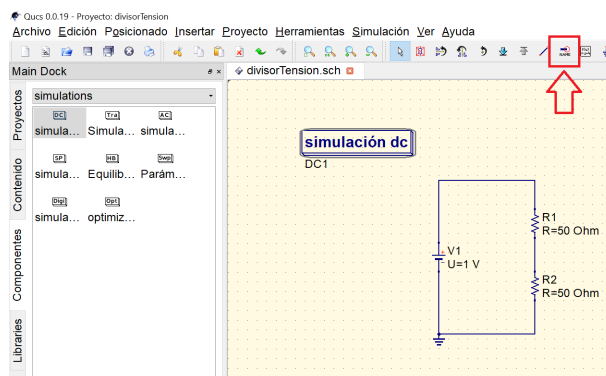

Figura 8: Icono de etiqueta en Qucs
- Utilizando el icono de etiqueta (marcado en rojo en la Figura 8)